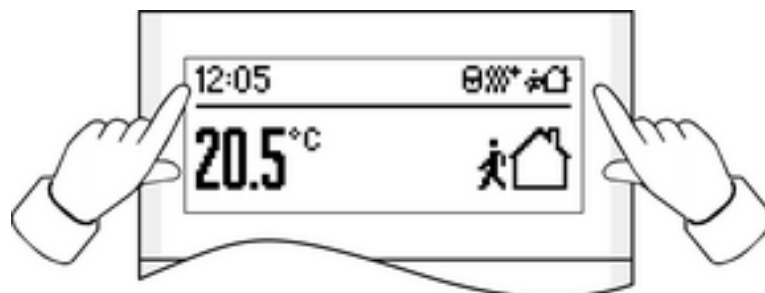

Bild 2
- Tryck på båda knapparna bredvid displayen samtidigt (bild 2).